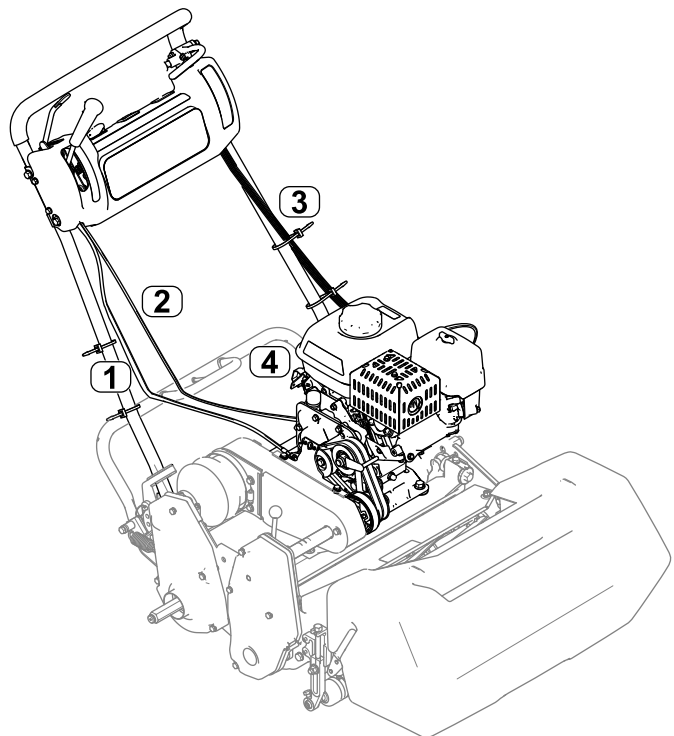

图 10
12. 将油门拉索安装到机器上请参阅机器维修手册图 10。
注意 如图 10 所示观察油门拉索的布置方向。将拉索布置到发动机左侧位于空气滤清器盖和燃油箱之间。
19. 将线束连接到联锁模块然后将线束向上布置到手柄左侧图 10。